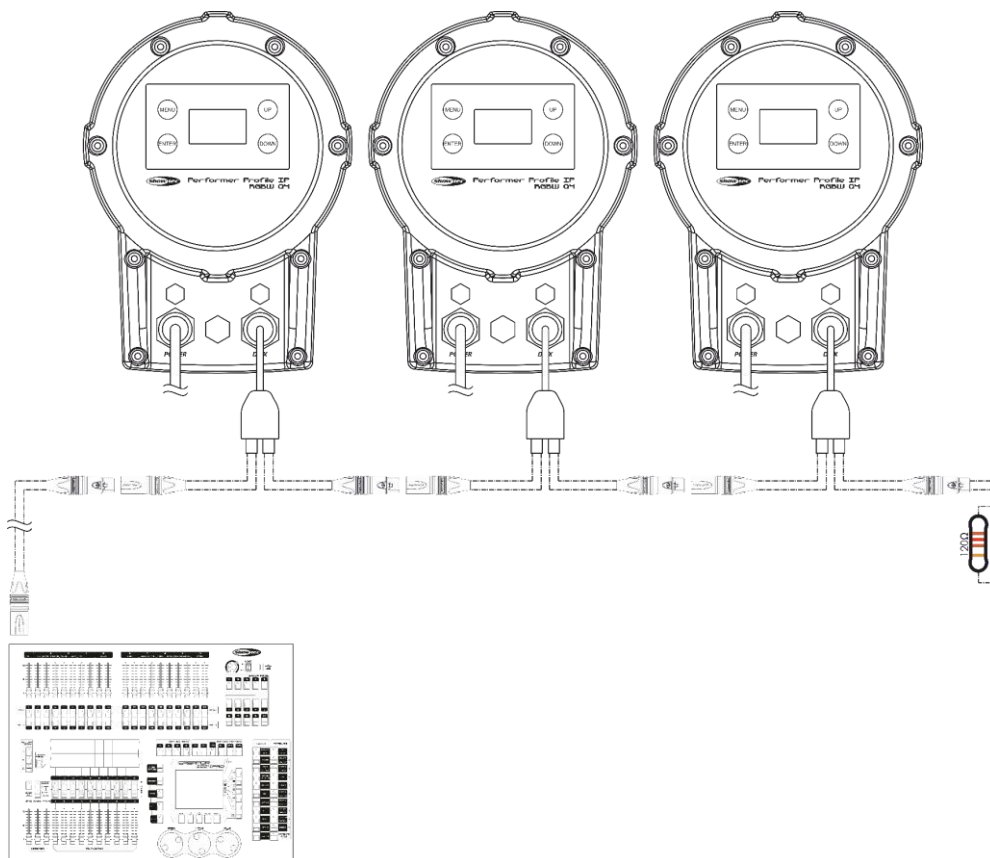

Fig. 11
- 04) Conecte las unidades entre ellas como se indica en la Fig. 11. Conecte un controlador de iluminación a la toma IN (entrada) DMX del primer dispositivo mediante un cable DMX. Conecte un cable DMX que vaya desde el conector DMX OUT (salida) de la primera unidad al conector DMX IN (entrada) de la segunda unidad. Repita este proceso para interconectar el resto de las unidades.